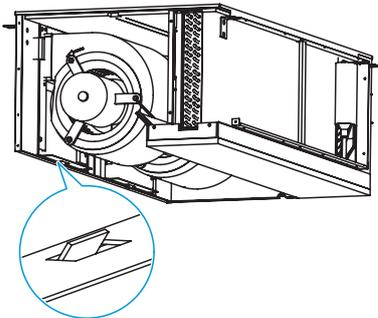

Рисунок 10.9
- 3) Как только отверстие в крышке вентилятора окажется выше штифта на передней панели, переместите узел так, чтобы штифт вошел в отверстие. (Рисунок 10.9).